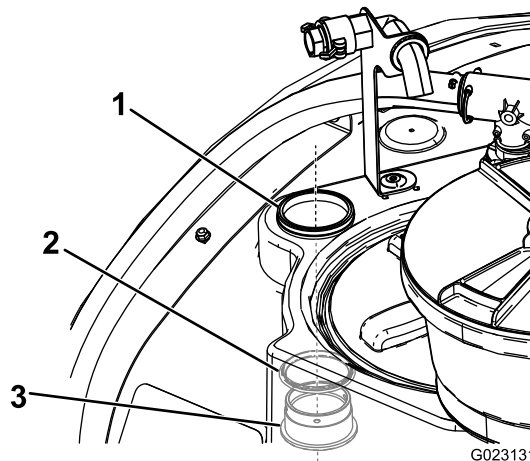

図 16
2. バルクヘッドフィッティングとOリングを、タンクの内側から外側に向けて、先ほど作った穴に取り付ける 図 16。